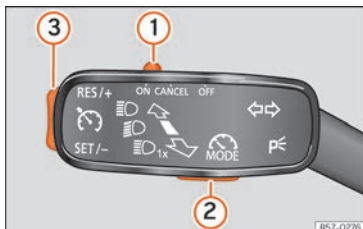

Fig. 229 À gauche de la colonne de direction : commande et touches servant à utiliser le limiteur de vitesse.
Si vous souhaitez désactiver temporairement le limiteur de vitesse, pour doubler par exemple, réglez la commande »» fig. 229 ① du levier des clignotants sur la position **CANCEL** ou réglez le troisième levier sur la position **CANCEL** ou appuyez sur la touche ② de l'un quelconque des leviers.